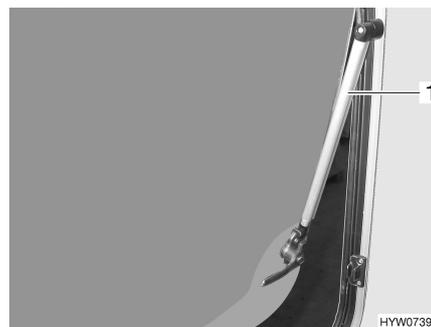

Bild 22 Ausstellfenster mit Automatik-Aussteller
- Das Ausstellfenster bis zur gewünschten Raststellung öffnen. Der Automatik-Aussteller (Bild 22,1) rastet selbstständig ein.